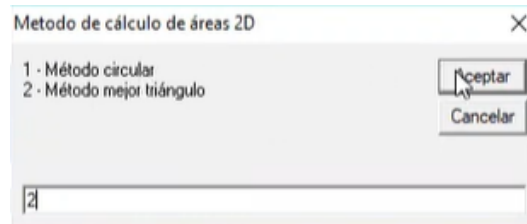

Figura 333. Selección del método.
39. En la ventana emergente, seleccionar la opción “2 Método mejor triángulo”. Figura 333.